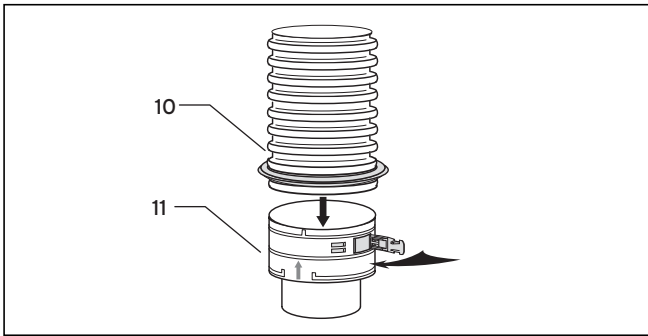

Рис. 6.38 Вставной элемент с гибким выпускным газопроводом
- Поступайте так же, как и при монтаже вставного элемента (см. рис. 6.38).